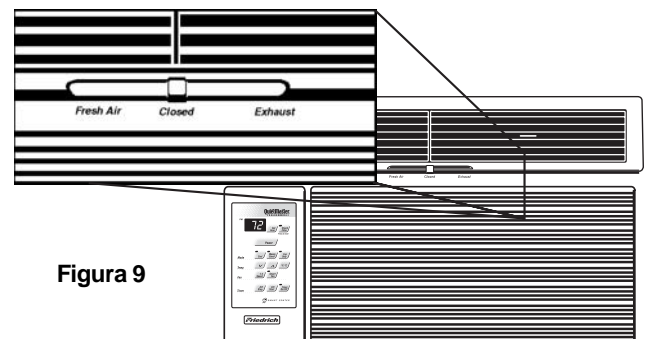

Figura 9
- 3 FAN ONLY - Pulse el botón *Fan Only* si sólo quiere que funcione el ventilador. Puede utilizar esta función en combinación con FRESH AIR / EXHAUST para que entre aire de fuera o para sacar el aire estancado de la habitación. (Para más información consulte la figura 9 de la página 25).
Puede utilizar **Fan Only** con EXHAUST para que entre AIRE FRESCO de fuera o para sacar el aire estancado de la habitación. Esto es muy útil en primavera y en otoño cuando no es necesario enfriar la habitación. Los mandos FRESH AIR y EXHAUST están en la parte superior por donde sale el aire. La posición central es normal o cerrada, que hace recircule el aire para lograr el máximo rendimiento en el modo aire frío (véase la figura 9).
Los mandos **Fresh Airy Exhaust** están en la parte superior por donde sale el aire (véase la figura 9 de la página 25). La posición central es normal o cerrada, que hace recircule el aire para lograr el máximo rendimiento en el modo de aire frío.
La unidad de aire acondicionado puede hacer que entre aire fresco en la habitación o sacar el aire estancado de la habitación. El interruptor de control está en la parte superior de la unidad (véase la figura 9).